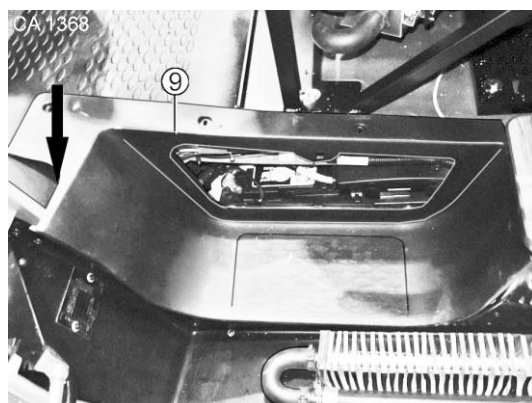

Fig. 208 Remplacer la batterie du véhicule
8. Sortir le marche-pied (Fig. 208/9) sur la face avant vers le haut de manière inclinée en-dessous de l'étagère en cabine et de l'habillage de l'espace-pieds.